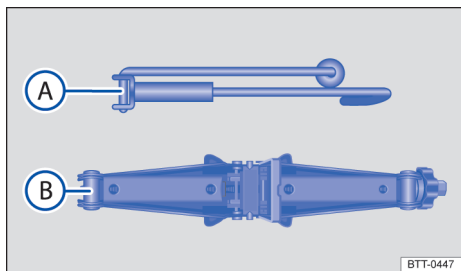

Fig. 191 Pontos de apoio para o macaco.
6. Enganche a manivela → Fig. 191  no alojamento do macaco  (dependendo da versão).